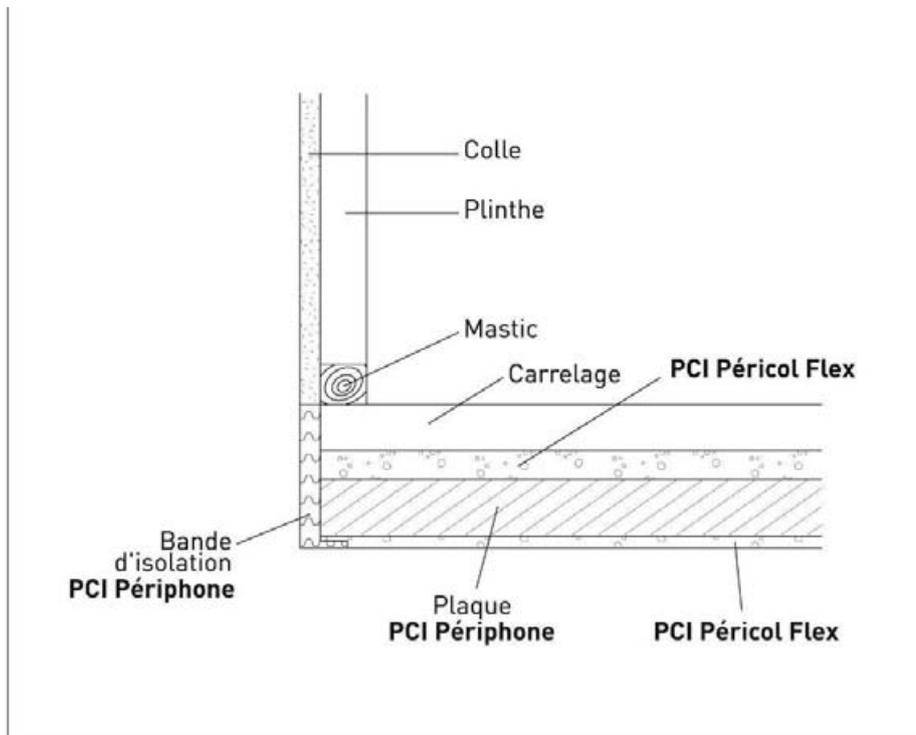

Figure 1 - Traitement des rives
4.41 Rives, poteaux, socles, huisseries (figures 1, 2 et 3)